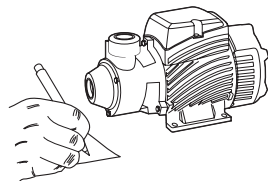

Figura 1.
1. Marca los 4 orificios para sujetar la Bomba Rotoplas al piso (ver Figura 1).